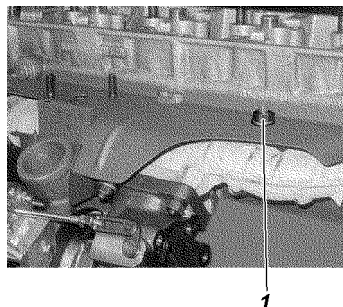

Рис. 4.170. Теплоизоляционный экран:
9. Отвернуть гайку 1 (рис. 4.170) крепления теплоизоляционного экрана и снять его.